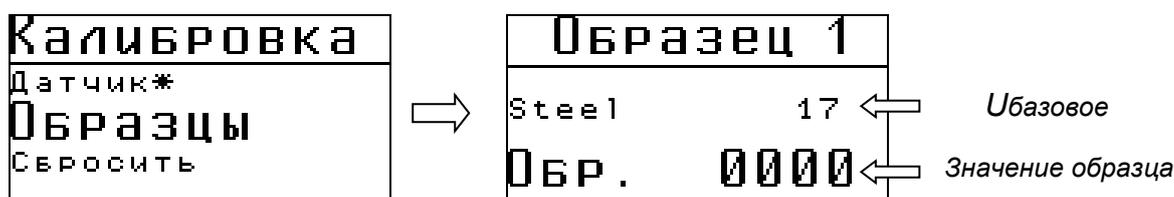

Рис.2-7 Калибровка на первом образце
**Шаг 3.** Выберите кнопками  пункт **ОБРАЗЕЦ 1** и нажмите кнопку  (рис.2-7).